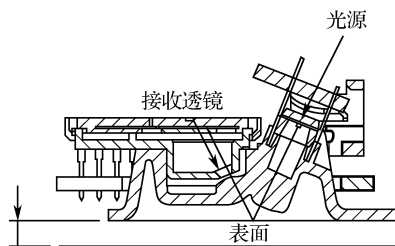

图 9-14 激光鼠标的工作原理
(3) 激光鼠标的工作原理。如图 9-14 所示，它是以激光为光源，与光电鼠标不同的是，它是通过镜面反射进行接收的，激光能对表面的图像产生更大的反差，把接收透镜收到的反射光发送到“CMOS 成像传感器”，这样得到的图像更容易辨别，从而提高鼠标的定位精准性。